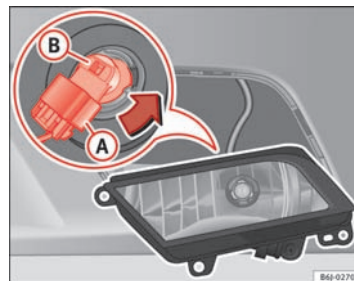

Fig. 160 Tågeforlygte
- Træk stikket ⇒ Fig. 160 (A) af pæren.
- Drej pæreholderen ⇒ Fig. 160 (B) mod venstre, og træk i den.